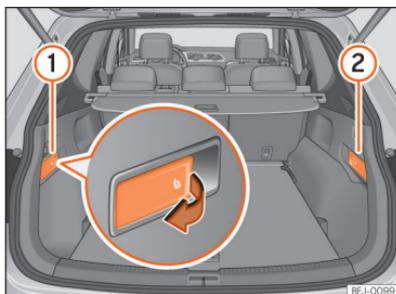

Fig. 102 Na bagageira: alavancas para o desbloqueio do encosto traseiro.
- Puxe a alavanca de desbloqueio à distância da parte esquerda »» Fig. 102 ① o derecha ② do encosto no sentido da seta. A parte desbloqueada do encosto traseiro rebate-se automaticamente para a frente.